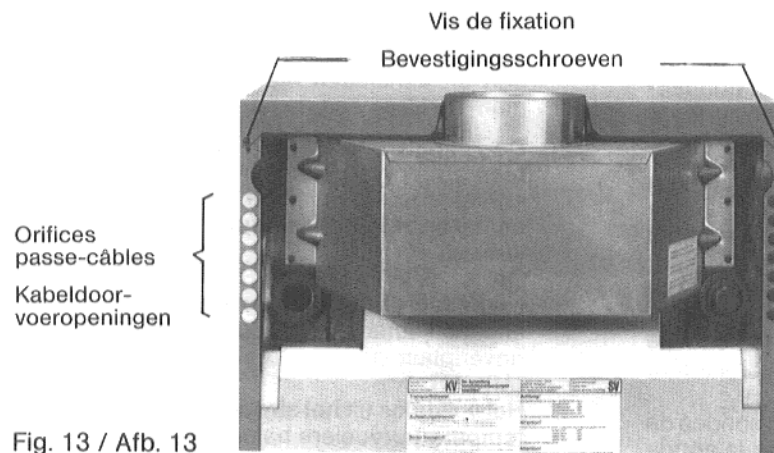

Fig. 13 / Afb. 13
4. **Enlever le capot chaudière arrière** (seulement jusqu'au modèle de chaudière 64-7). Pour ce faire, dévisser les deux vis de fixation arrière (Fig. 13).
Introduire les câbles par l'arrière à travers les orifices passe-câble du bord de panneau latéral, les poser dans la conduite de câbles entre le panneau latéral et le calorifuge et les faire passer par le bas à travers les orifices passe-câble ronds au socle du tableau de commande (Figs. 13 et 14).
4. **De achterste ketelbovenplaat verwijderen** (alleen bij keteltype 64-7). Hiervoor moeten de beide achterste bevestigingsschroeven eruit gedraaid worden (Afb. 13).
De kabels moeten langs achteren via de kabeldoorvoeropeningen in de omgezette rand van de zijwand, naar de kabelgoot tussen de zijwand en de isolatie worden gevoerd en vervolgens vanaf de onderkant door de ronde kabelinvoeropeningen in de schakelkastsokkel worden gebracht (Afb. 13 en 14).
7. Mettre le capot chaudière arrière en place et fixer au moyen des deux vis de fixation (Fig. 13).
7. De achterste ketelafdekplaat terugplaatsen en met de twee bevestigingsschroeven vastschroeven (Afb. 13).